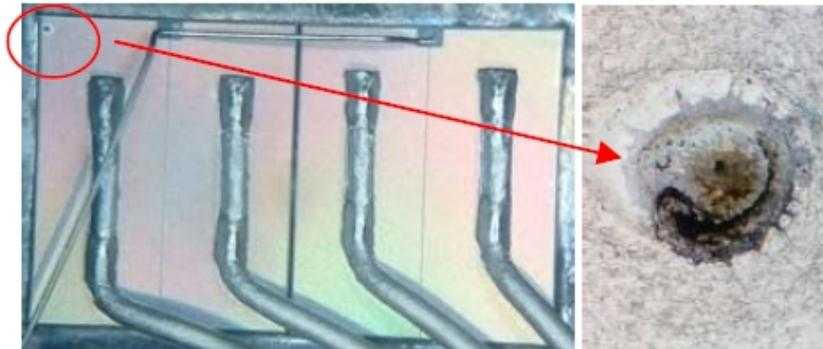

图4 源极区内有明显烧伤点
b. 如图4所示，芯片表面存在一明显的烧穿斑点，位于源极区内，焊线装配状况正常，芯片边沿没有其它损伤迹象。由此推断，烧穿斑点来自芯片源极上的相应小单元，因结构上存在某一缺陷而在大电流冲击下被烧坏。